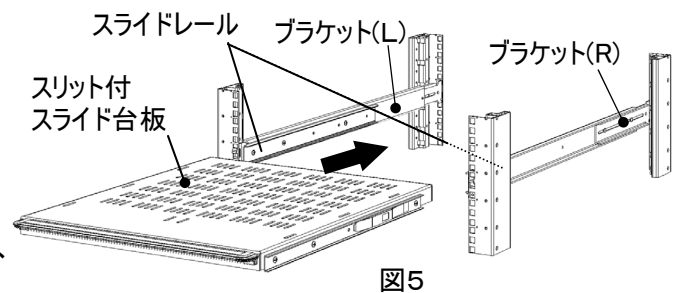

図5
③ スリット付スライド台板
- ・スリット付スライド台板をブラケットのスライドレールに挿入してください。(図5)